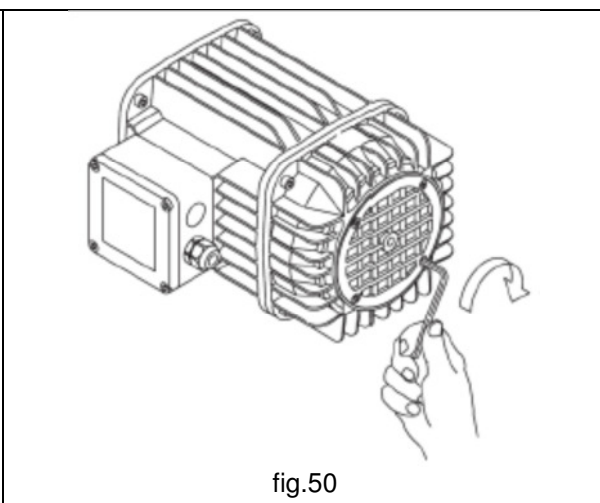

fig.50
9. Rimontare la griglia (aeratore) avvitando completamente le quattro viti (fig. 50).